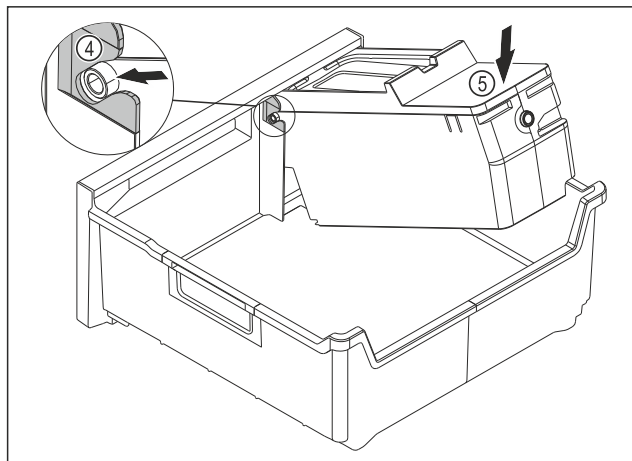

Fig. 216
- Montare il corpo dell'EasyTwist-Ice: Inserire gli assi del corpo dell'EasyTwist-Ice nelle guide Fig. 216 (4).
- Spingere il corpo dell'EasyTwist-Ice Fig. 216 (5) posteriore verso il basso.